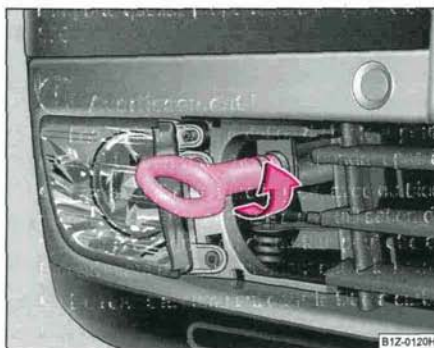

Fig. 209 Pare-chocs avant: Pose des œillets de remorquage ▶
- Visser à fond vers la gauche et manuellement l'oeillet de remorquage ⇒ page 282, fig. 209 et le serrer avec la clé de roue (passer la clé de roue à travers l'oeillet).